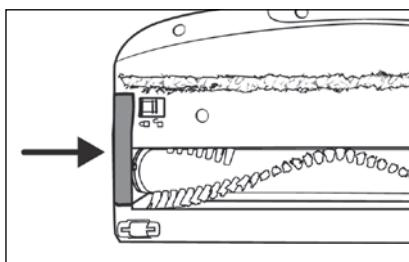

Fig. 32
- 5) Inserire il rullo a spazzola ②1 nella spazzola per pavimenti ②2. Ruotare leggermente il rullo a spazzola ②1 per poterlo inserire più facilmente.
- 6) Inserire il supporto del rullo a spazzola ②0 nuovamente nella spazzola per pavimenti ②2. Premerlo verso il basso finché non si innesta nella spazzola per pavimenti ②2 con un clic (vedere fig. 32).